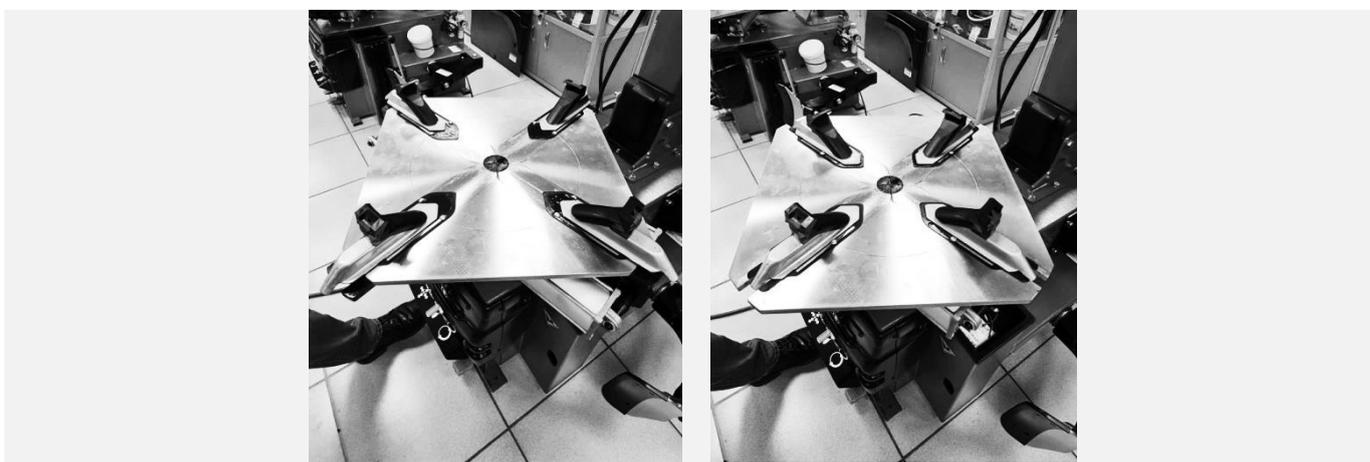

Рисунок 39
- Плавно нажать педаль управления зажимными кулачками до среднего положения, сведя зажимные кулачки таким образом, чтобы насечка на поворотном столе примерно соответствовала диаметру колеса, промаркированному на ползуне кулачка (см. Рисунок 39).